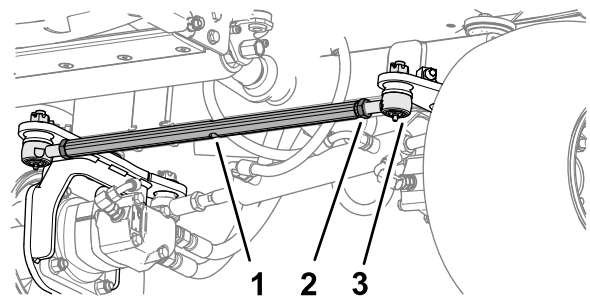

Figura 62
de varilla de acoplamiento al extremo de la varilla (Figura 62).
2. Alinee las ruedas girando la varilla de acoplamiento (Figura 62).
5. Apriete las 2 tuercas autoblocantes para fijar el conjunto de varilla de acoplamiento y los extremos de la varilla (Figura 62).